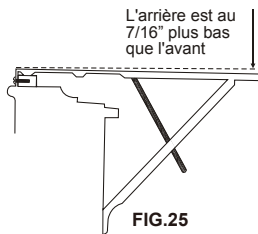

FIG.25
- Une projection en-dessous de la base du climatiseur nécessitera que l'arrière de la plate-forme soit 7/16" plus bas que l'avant pour créer une pente de 3/16" de l'avant vers l'arrière (FIG.25).